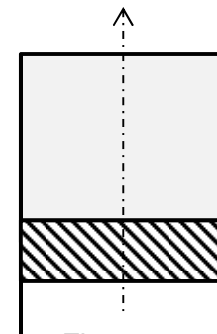

Figure 2
- 2) Quelle est la pression dans le cylindre, si on le retourne en le plaçant en bas (figure 2) ?